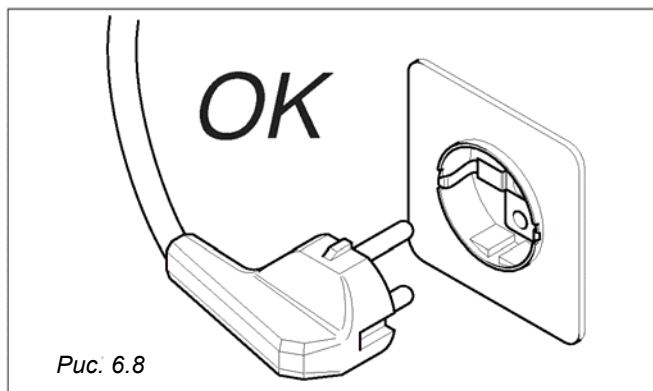

Рис. 6.8
- Торговый автомат оснащён силовым кабелем H05W-F 3x1 мм², с вилкой SCHUKO (Рис. 6.8).